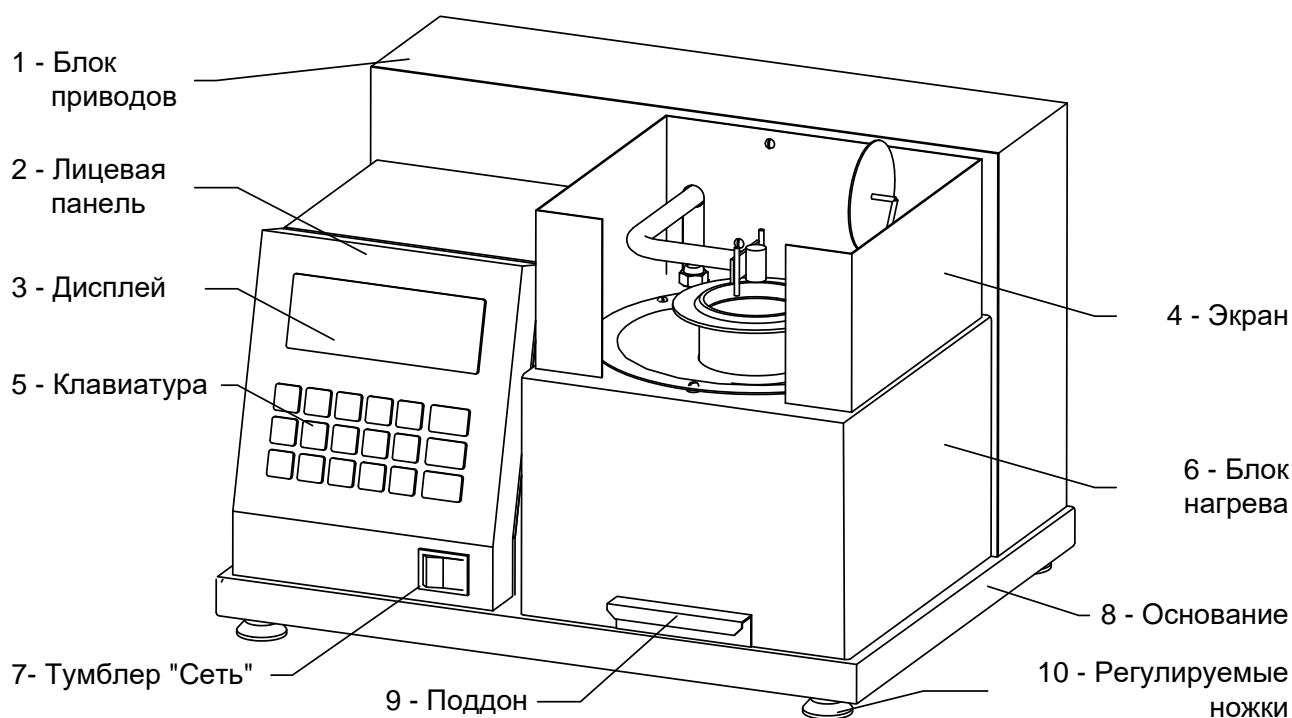

Рисунок 1 – Общий вид аппарата
- поверхность установки должна быть горизонтальной, в противном случае, вращением регулируемых ножек (п.10 рисунок 1, страница 4) добиться совпадения мениска нефтепродукта и метки по всему периметру внутренней поверхности тигля, установленного в аппарат.
3.3.1 Подключить аппарат к сети и включить тумблером «СЕТЬ» (см. рисунок 1, страница 4).